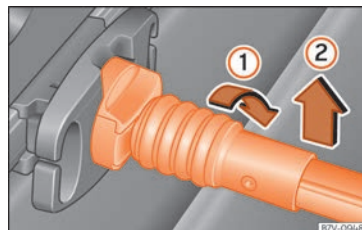

Fig. 175 Desenganche la red para el equipaje.
- Gire la varilla de sujeción 90° hacia la derecha » » » fig. 175 ① hasta que se vea la marca roja en la varilla. Extraiga la varilla de sujeción hacia arriba ②.